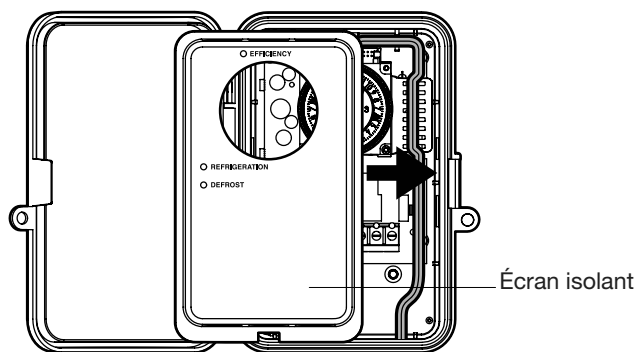

FIG. 11 Mise en place de l'écran isolant
1. Remettre en place le couvercle de l'écran isolant fourni, le cas échéant. Voir FIG. 11.